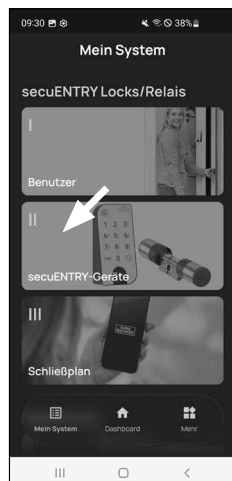

Fig. 1
① Pulse en el segundo apartado del menú «II - Equipos secuENTRY» (Fig. 1).